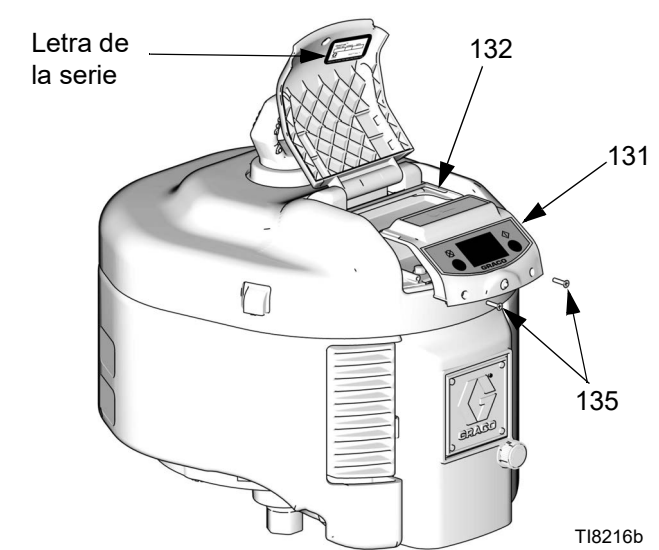

FIG. 4. Retire el módulo DataTrak
- Retire los dos tornillos (135). Deslice cuidadosamente el módulo DataTrak (131) para sacarlo del alojamiento (132). Vea la FIG. 4.
* En la FIG. 4 se muestra dónde se encuentra la letra de la serie.